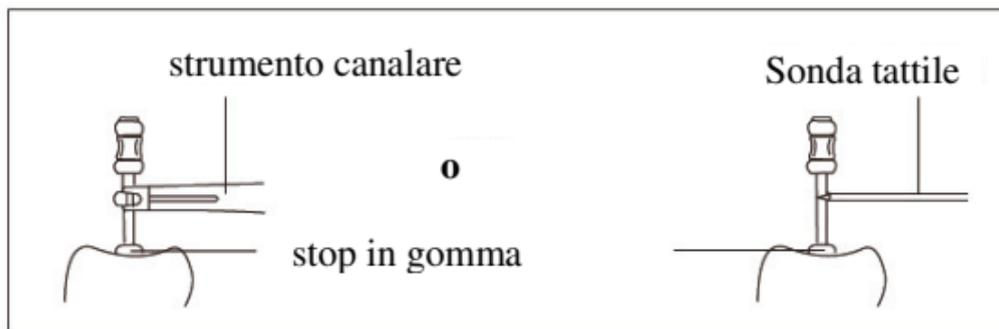

Figura 19
4.2.6 Quando lo strumento canalare arriva all'apice, posizionate lo stop in gomma all'altezza di riferimento scelta, poi estraete lo strumento canalare, misurate la distanza tra la punta dello strumento e lo stop in gomma: sarà questa la lunghezza di lavoro del dente. Al posto della pinzetta per strumento canalare potete anche usare la sonda tattile che è più pratica per le misurazioni nei settori posteriori (figura 19).